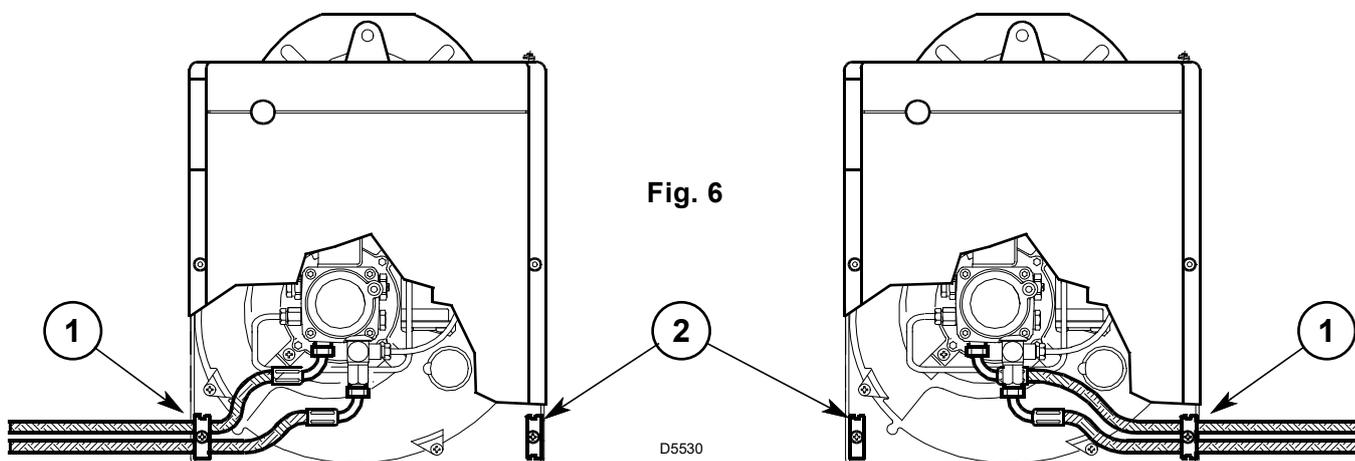

Fig. 6
In de fabriek werd de brander voorzien om de brandstoftoevoerleidingen langs beide zijden te kunnen aansluiten. Afhankelijk van de uitgang van de flexibels - links of rechts - kan het nodig zijn om de plaatsing van het bevestigingsplaatje (1), en het afdeklapje (2) om te wisselen, (zie Fig. 6).